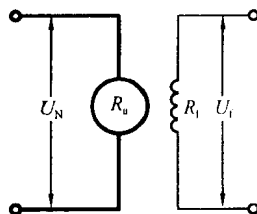

图 14.3.4
1. 有台直流他励电动机, 如图 14.3.4 所示, 其铭牌数据为:  $P_N = 5.5\text{kW}$ ,  $U_N = U_f = 220\text{V}$ ,  $n_N = 1500\text{r/min}$ ,  $\eta = 0.8$ ,  $R_a = 0.2\Omega$ ,  $R_f = 110\Omega$ 。试求:
- ① 额定励磁电流  $I_{fN}$ ;
- ② 励磁功率  $P_f$ ;
- ③ 额定转矩  $T_N$ ;
- ④ 额定电枢电流  $I_{aN}$ ;
- ⑤ 额定电枢电流时的反电势;
- ⑥ 直接启动时的启动电流;
- ⑦ 若使启动电流为三倍的额定电流, 则电枢应串入多大的启动电阻?